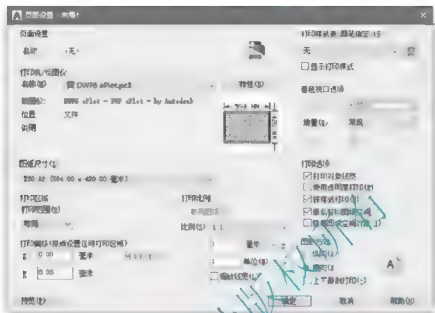

图 5.62 设置【打印 模型】对话框
(6) 执行菜单栏中的【文件】|【打印】命令,打开【打印 模型】对话框,按照图 5.62 所示设置该对话框。